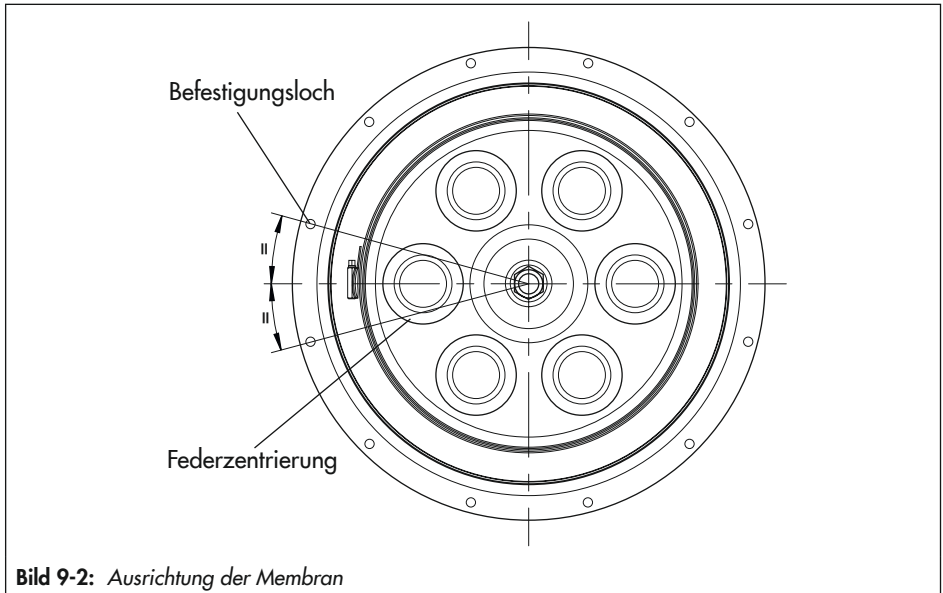

Bild 9-2: Ausrichtung der Membran
Membranteller ausgerichtet ist. Die gedachte Linie zwischen zwei gegenüberliegenden Federzentrierungen im Membranteller muss mittig zwischen zwei Befestigungslöchern der Membran ausgerichtet werden (vgl. Bild 9-2).
350 und 700¹⁾ cm²: An der Schraube des Lochbandklemmen-Schlusses drehen, bis nur noch ein Spalt von wenigen Millimetern zwischen Membran (A4) und Lochklemme (A6) bleibt. Druckstück (A19) unter dem Lochbandklemmen-Schluss platzieren und ausrichten, (vgl. Bild 9-2).
6. Neue Membran (A4) aufziehen. Sicherstellen, dass die Membran korrekt zum Membranteller ausgerichtet ist. Die gedachte Linie zwischen zwei gegenüberliegenden Federzentrierungen im Membranteller muss mittig zwischen zwei Befestigungslöchern der Membran ausgerichtet werden (vgl. Bild 9-2).
Druckstück (A19) unter dem Lochbandklemmen-Schloss platzieren und ausrichten, (vgl. Bild 9-2).